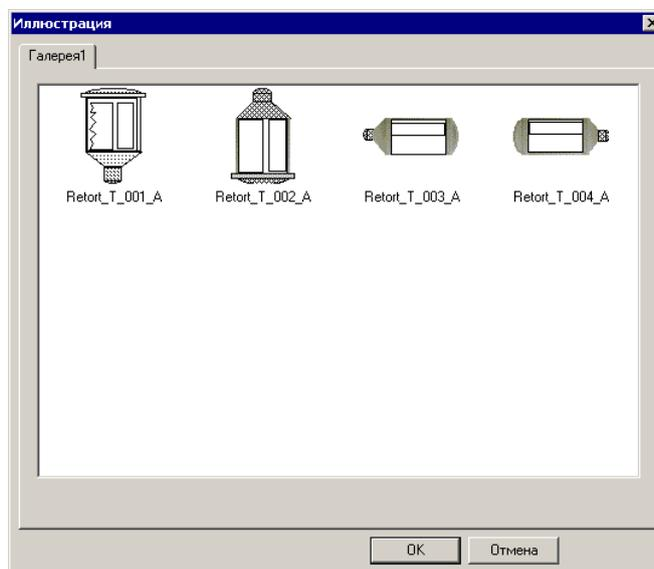

Рисунок 186
- 1) Нажать кнопку «Изменить». Откроется окно «Иллюстрация» (см. рис. 186).